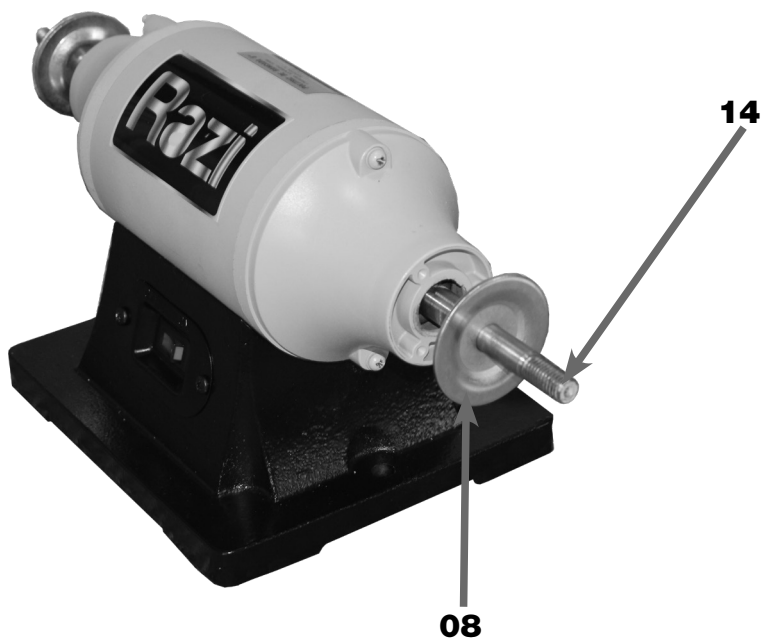

FIGURA 06 – Flange Interna
3. VERIFICAR a posição da Flange Interna da Roda (08) (figura 06);
5. COLOCAR a Flange Externa da Roda (07);
6. COLOCAR a Bucha Espaçadora (16);
7. COLOCAR e APETAR a Porca de Fixação da Roda (06) (figura 06), utilizando uma Chave Fixa 19 mm;